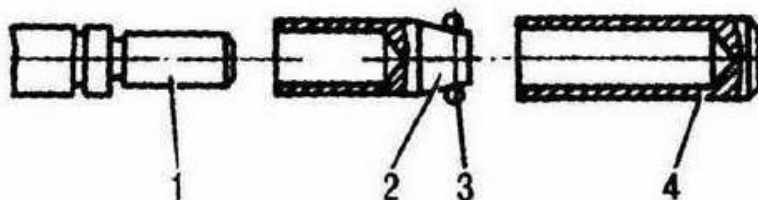

Рис.32. Приспособление для монтажа стопорного кольца:
2. Если стопорное кольцо якоря деформировано, его надо заменить новым или выправить. Устанавливать стопорное кольцо необходимо с помощью приспособления, показанного на рис.32.